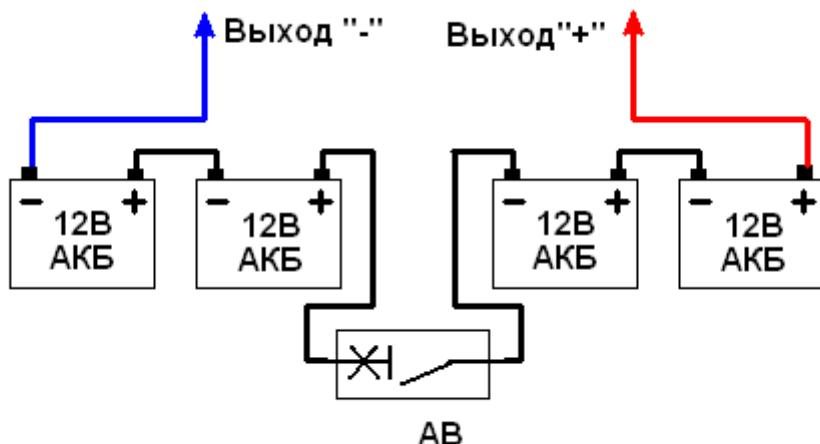

Рис. 3. Схема соединения четырех аккумуляторов 12В.
Для варианта установки четырех аккумуляторов ёмкостью 7А*ч рекомендуемые схема и последовательность коммутации и сборки АКБЛ приведены ниже (см. рис.3).
- 4. Соединить выходные («-», «+» на рис.3) проводники с аккумуляторами.**